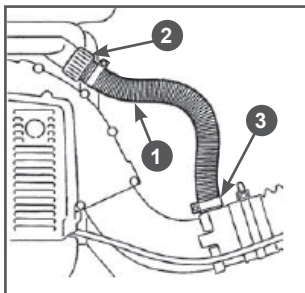

Рис. 12 Установка шланга распылителя
3. Установите вместо выпускного шланга опрыскивателя шланг распылителя 1 (Рис.12), закрепите его гайкой 2 на патрубке бака и хомутом 3 на патрубке напорной трубы.